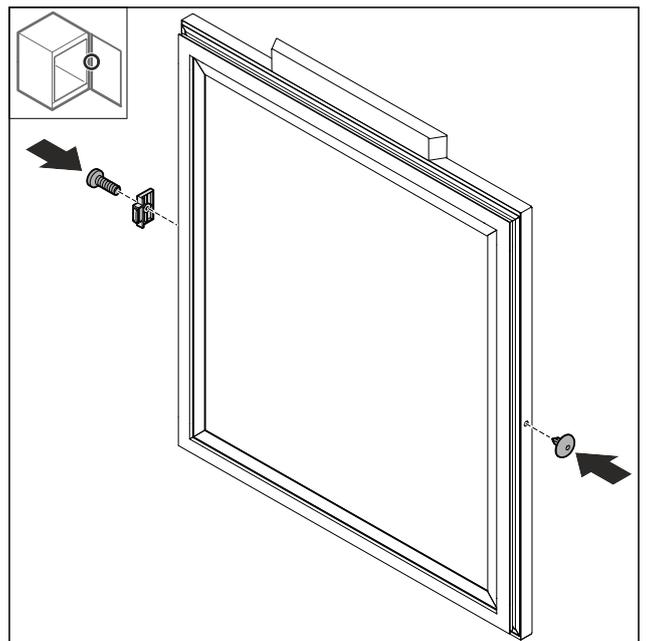

Fig. 70
- ▶ Monte el tope de la puerta Fig. 70 (1) girado 180° en el lado opuesto.
- ▶ Coloque la cubierta en el lado opuesto Fig. 70 (2).